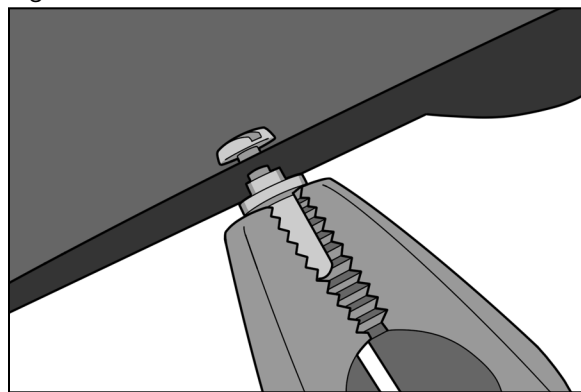

Fig. 6
2. Ta tak i Bos-pinnen 2.1 på de flate sidene med den flate tangen. (Fig. 6).